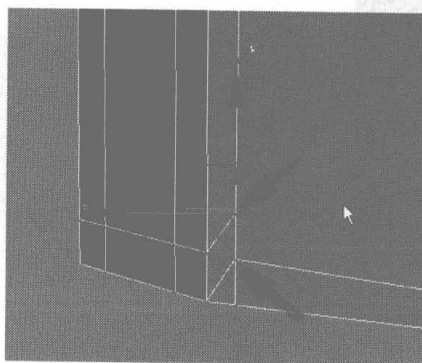

图 3.116
- 26** 选择如图 3.116 所示的节点，在 Edit Vertices 卷展栏中单击 **Target Weld** 按钮，再选择目标节点焊接。